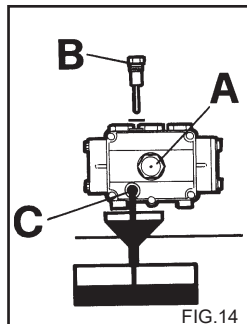

FIG.14
- 2) Skru proppen af ved hjælp af oliepinden (fig. 14).